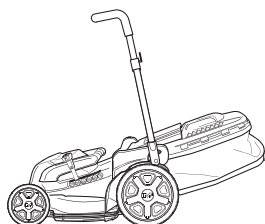

Fig.19
- > Tournez le guidon en position de stationnement (Fig.19)